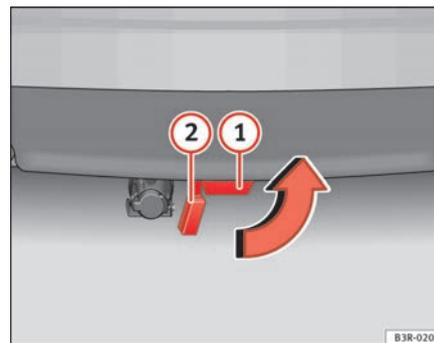

Fig. 157 Pára-choques traseiro: Colocar o tampão
- Extraia a rótula do tubo de encaixe, puxando-a para baixo **(1)** ⇒ página 203, fig. 157. Ao fazê-lo, o tampão de fecho existente no tubo de encaixe **(2)** fecha-o automaticamente.